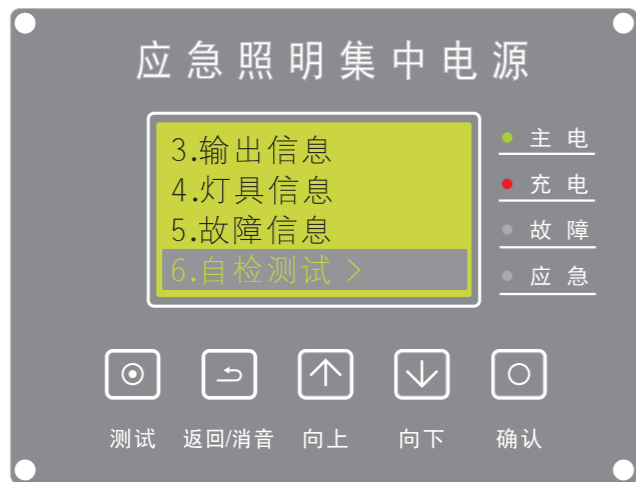

图12
(7)、自检测试（模拟市电停电、模拟月检、模拟年检、手动应急、快速自检）：在主屏下，按【确认】键进入菜单，按【向上/向下】选择【自检测试】，按【确认】键进入（如图12）。